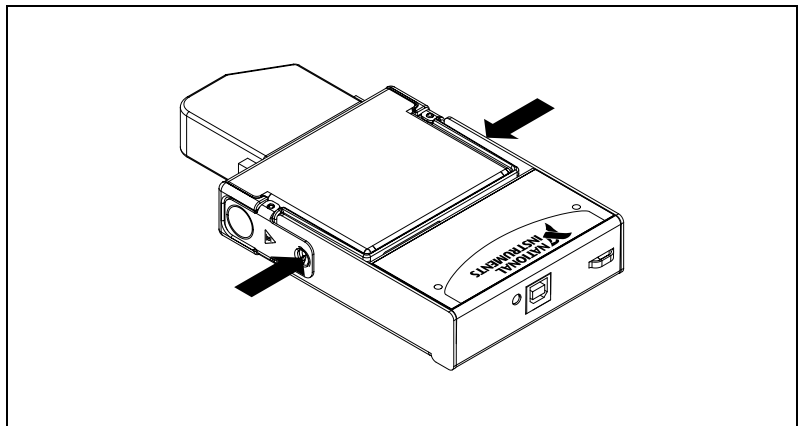

図 5 モジュールをスロットに固定する
5. 図 5 のように、モジュールがスロットにラッチで固定されるまで NI 9201/9221 モジュールのコネクタ側部をしっかりと押します。